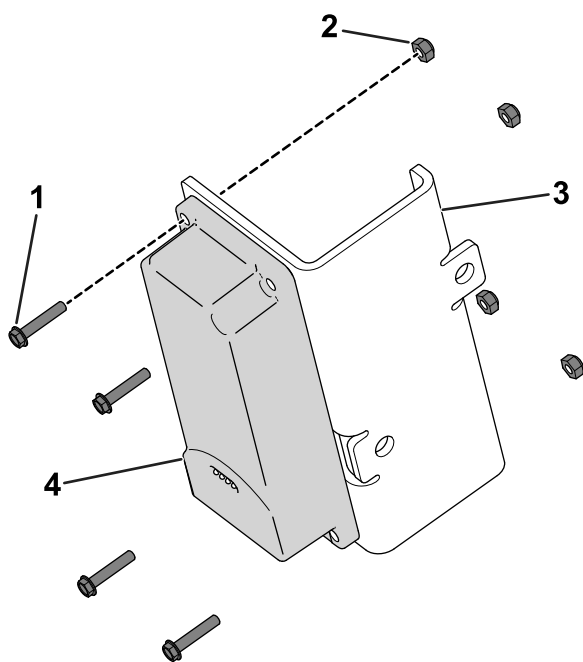

Figura 6
1. Utilice 4 pernos de cabeza hexagonal (n.º 10 × 1") y 4 contratuercas (n.º 10) para sujetar el dispositivo telemático al soporte del dispositivo (Figura 6).